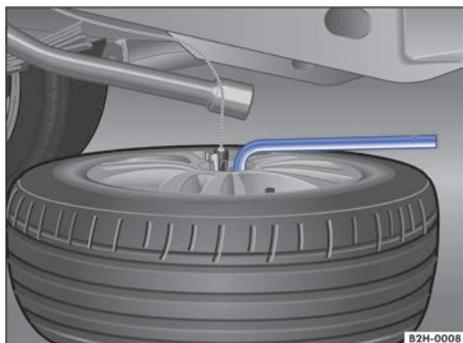

Fig. 156 Desenroscar el tornillo de seguridad con la llave de rueda.
- Desmonte el tornillo de seguridad ⇒ fig. 152  del soporte para llantas en el sentido contrario al de las agujas del reloj con la llave de vaso ⇒ fig. 156.